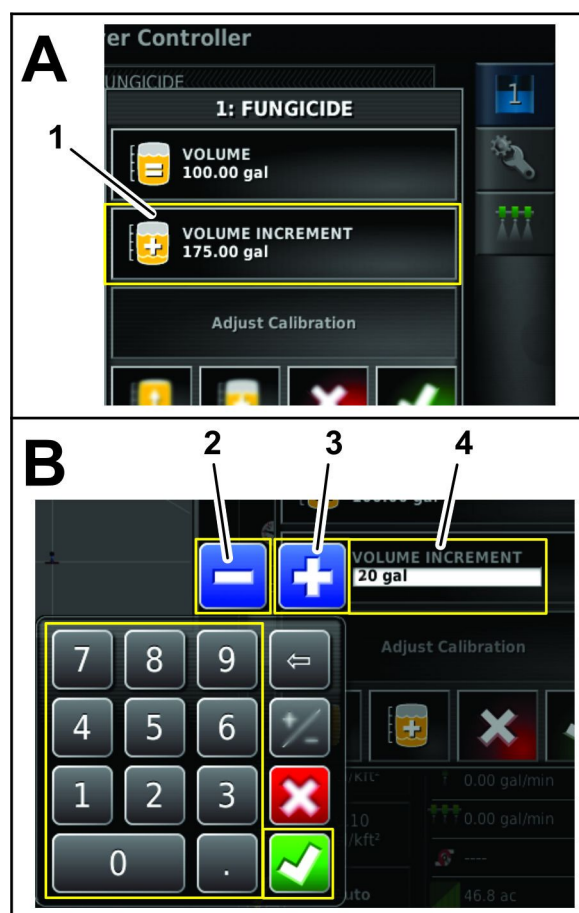

Рисунок 39
1. Нажмите на значок ЗАПОЛНЕНИЯ БАКА (Рисунок 39).